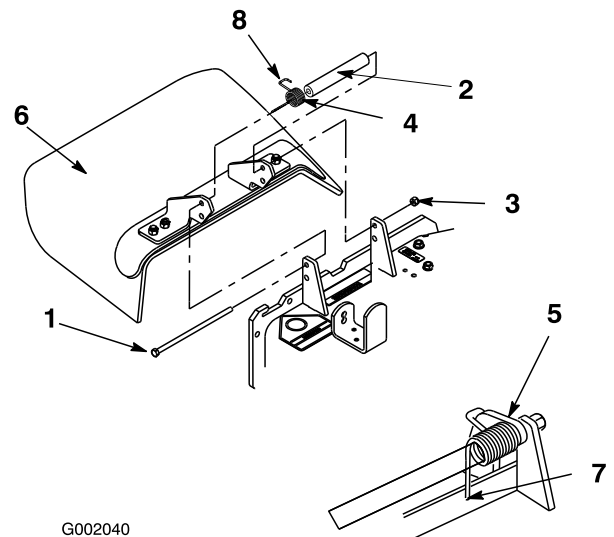

Figure 71
1. Retirez le contre-écrou, le boulon, le ressort et l'entretoise qui fixent le déflecteur aux supports de pivot (Figure 71). Enlevez le déflecteur s'il est endommagé ou usé.
Remarque: Prenez soin de placer l'extrémité en L du ressort derrière le bord du tablier avant de mettre le boulon en place, comme indiqué à la Figure 71.
3. Remettez le boulon et l'écrou. Accrochez l'extrémité en J du ressort au déflecteur d'herbe (Figure 71).